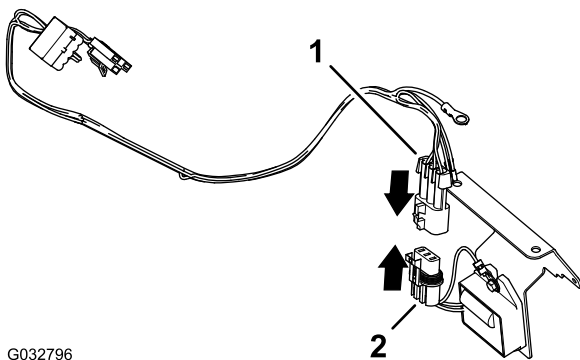

图5
4. 将线束的 3 针接头与电压调节器的 3 插槽接头连接（图5）。